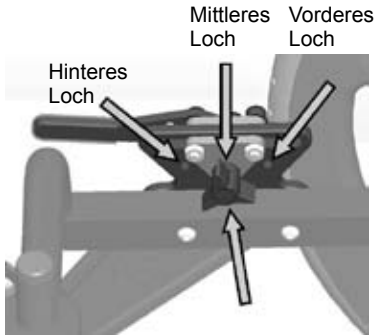

Abb. 18
- Um die Position der Feststellbremse zu verändern, zunächst die Flügelschraube abdrehen (Abb. 18). Daraufhin die Feststellbremse nach vorne oder hinten verschieben, sodass sie mit der neuen Radposition übereinstimmt. Das Gewindeloch für die Flügelschraube mit dem vorderen oder hinteren Loch ausrichten (Abb. 18). Abschließend die Flügelschraube wieder einsetzen und festziehen.